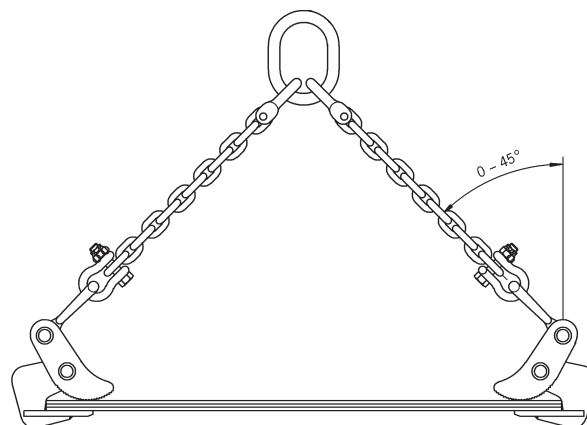
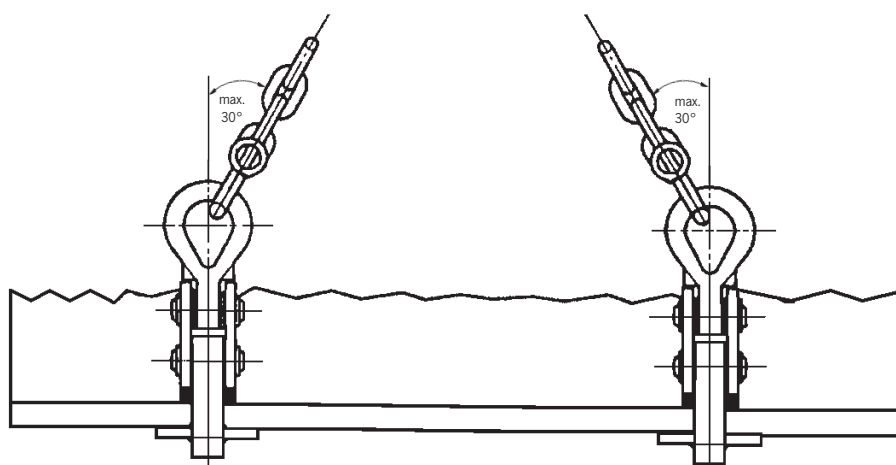

Fig. 4
Fig. 5
- Las garras deben ser colocadas en la carga de forma que el ángulo β de inclinación nunca sea mayor de 45° (Fig. 4).
- En el caso de utilizar un sistema de elevación de cuatro ramales, las garras deben estar colocadas en la carga de tal forma que ambos ángulos de inclinación de las cadenas no sean nunca superiores a 30° o 45° (Fig. 4 y Fig. 5).